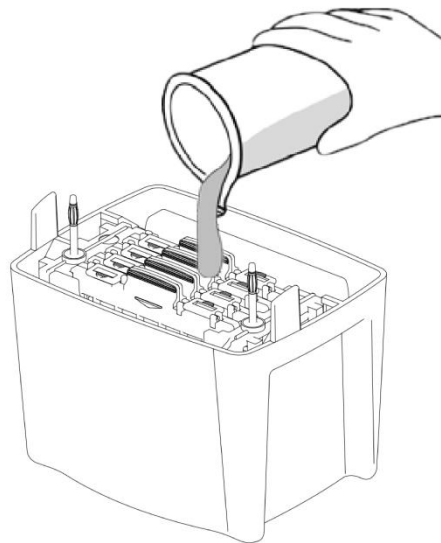

图 4 将转印芯和冷冻冰盒装入缓冲液槽，灌入转膜缓冲液
- (6) 将装配好的转印芯装入缓冲液槽，并装入预先冷冻后的冷却冰盒，灌入转膜缓冲液至标记水位(参照图 4)；